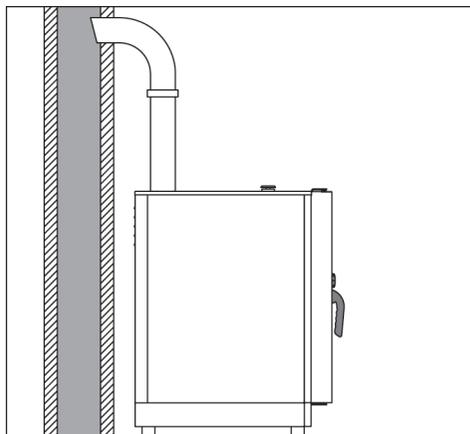

fig. 12
- A l'aide d'un raccordement à un conduit naturel, comme un tuyau de cheminée à tirage naturel d'efficacité sûre pour évacuer les produits de combustion directement à l'extérieur (fig. 12). La suite se passe vers l'extérieur ou dans une cheminée à l'aide d'un convoyeur. Cette intervention doit garantir que l'évacuation des fumées ne soit pas gênée par des obstructions et/ou par l'excessive longueur du tube d'évacuation (3 m au maximum).